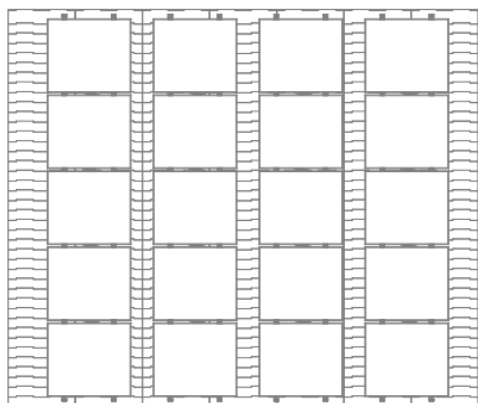
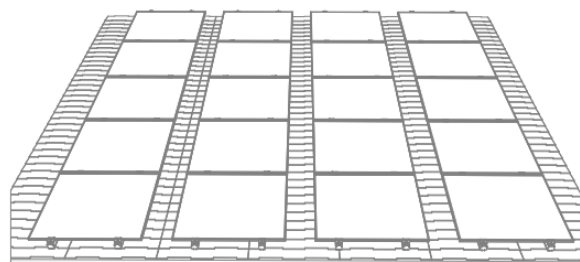

図 15
図 16
- 2 列目のモジュールの取付は 1 列目の取付方法に準じて行い、その後 3 列目、4 列目.....と順に設置し、すべてのモジュールの取付を完了します (図 15、図 16 参照)。